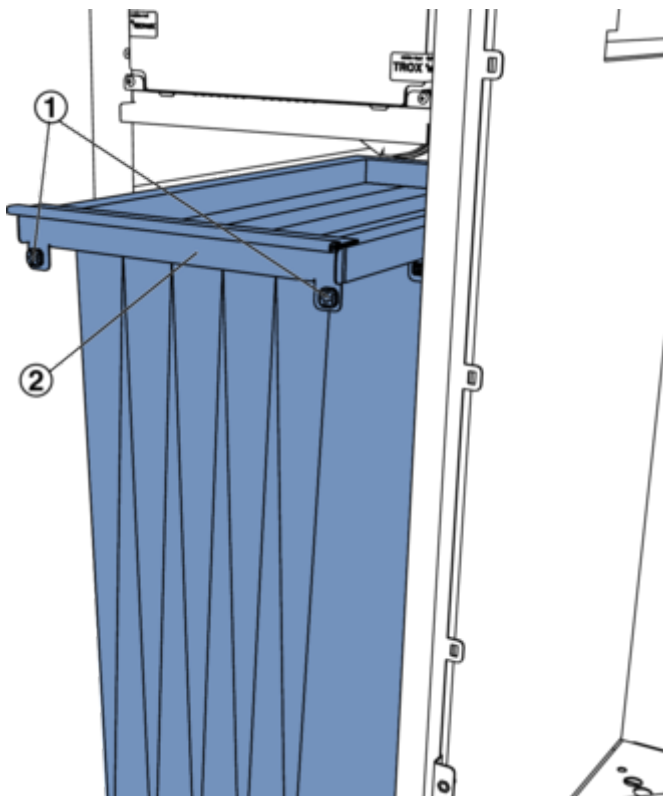

Abb. 15: Außenluftfilter
- 9 ▶ Schnellverschlüsse (Abb. 15 /1) öffnen und den Filter (Abb. 15 /2) am Rahmen aus dem Gerät herausziehen.